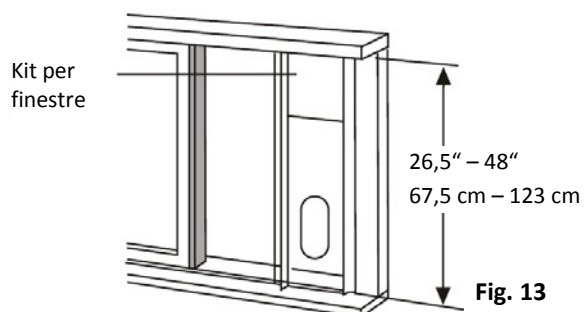

Fig. 13
2. Collocate il kit per finestre sul telaio. Adattate la lunghezza del kit per finestre all'altezza della finestra accorciandolo se l'altezza della finestra è inferiore a 67,5 cm. Aprite l'anta della finestra e posizionate il kit per finestre sul telaio della finestra (vedi fig. 13).